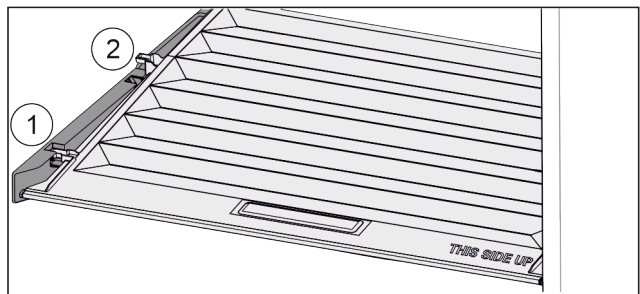

Fig. 161
- ▶ Издърпайте напред Fig. 161 (1) капака до отвора в задържащите части.
- ▶ Повдигнете го отзад отдолу и отстранете Fig. 161 (2) нагоре.